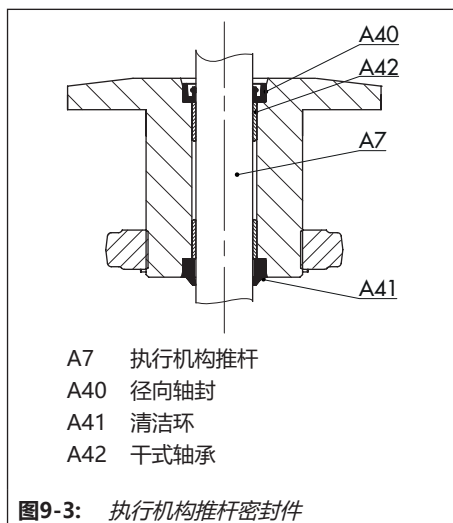

图9-3: 执行机构推杆密封件
请参见图9-3
6. 使用合适的工具安装径向轴封。确保径向轴封正确对齐 (请参见图9-3)。